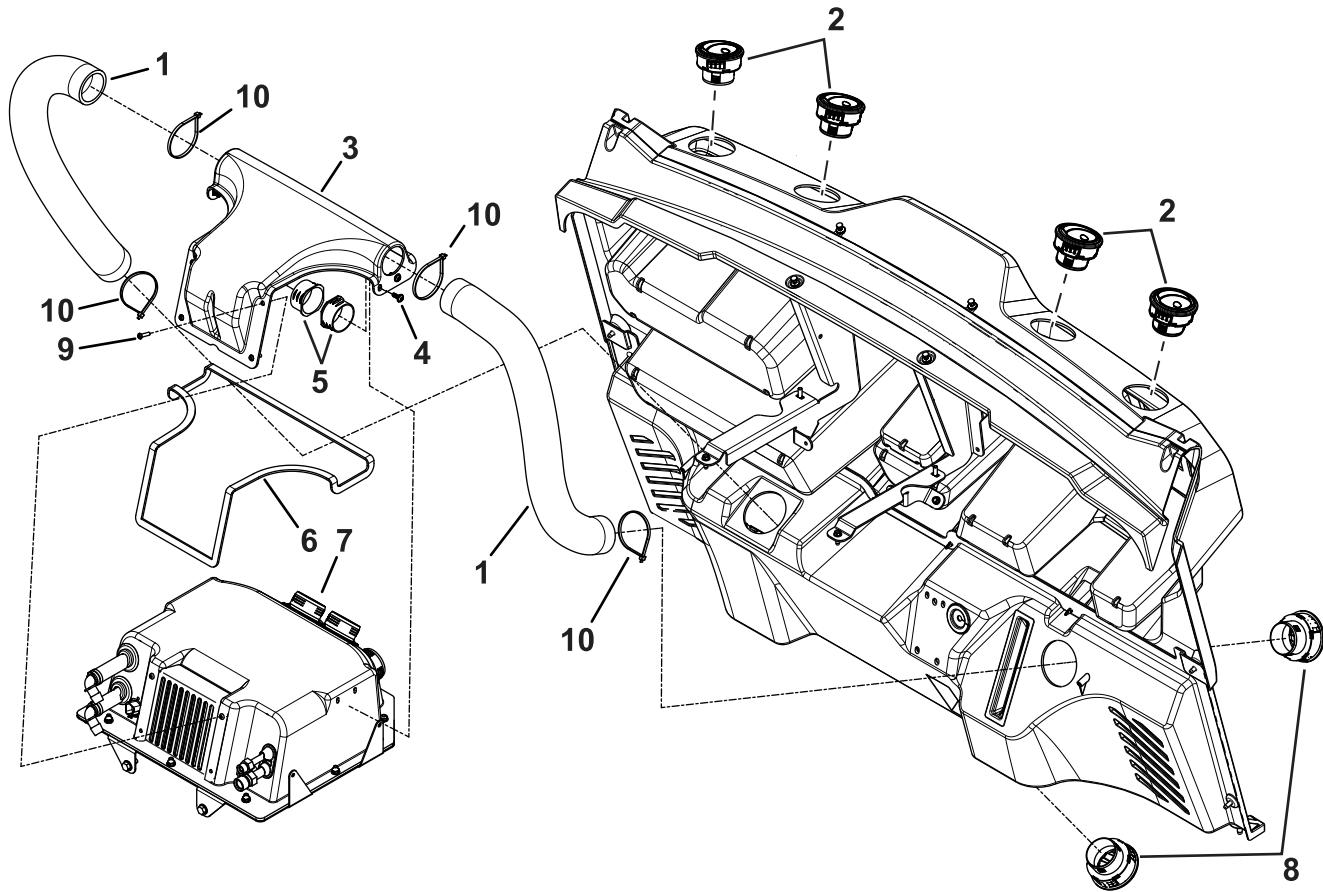

Figura 23
2. Encaminhe os tubos e instale as quatro ventilações ajustáveis nos quatro orifícios superiores; consulte as Figura 23 e Figura 24.
3. Encaminhe os tubos e instale as duas ventilações não ajustáveis nos dois orifícios inferiores; consulte as Figura 23 e Figura 24.
- 8. Instale os adaptadores de flange na cobertura da entrada de ar (Figura 21 e Figura 23).
9. Instale a tampa de admissão de ar na caixa do sistema AVAC com quatro parafusos de cabeça de tremoço (M5 x 22 mm); consulte as Figura 22 e Figura 23.
10. Instale a tampa de admissão de ar na caixa do sistema AVAC com quatro parafusos autorroscantes (1,46 x 13 mm); consulte a Figura 23.
1. Ligue os quatro tubos de ventilação (55 mm x 68,6 cm) à caixa do sistema AVAC e as duas ventilações ajustáveis (55 mm x 45,7 cm) à tampa de admissão de ar usando seis abraçadeiras de cabos grandes como se mostra na Figura 23 e Figura 24.